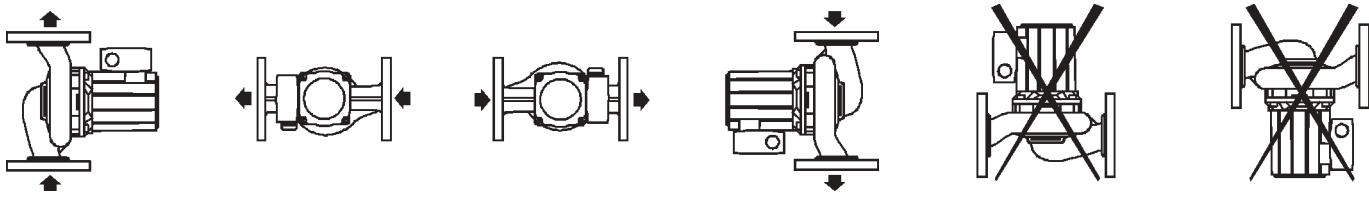

Fig. 2
2. Ligação eléctrica (ver fig. 2)
A selecção da tensão e da velocidade faz-se directamente segundo indicações que figuram na face superior do selector situado na caixa de terminais (ver fig. 2).